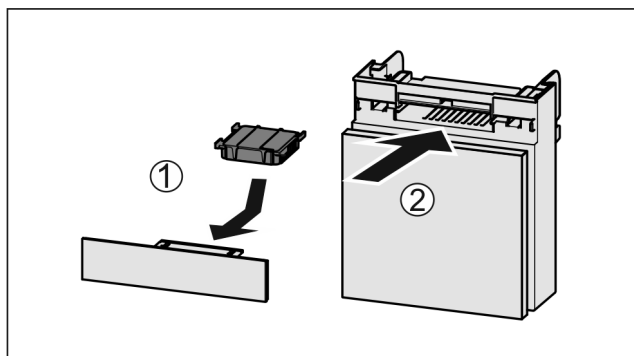

Fig. 51
- ▶ Introduceți Fig. 51 (1) filtrul de cărbune activ după cum se vede în figură.
- ▶ Împingeți Fig. 51 (2) compartimentul în interior.